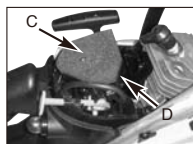

Fig. 15B
- Tag luftfilteret (C) ud af luftboksen (D) (Fig.15B).